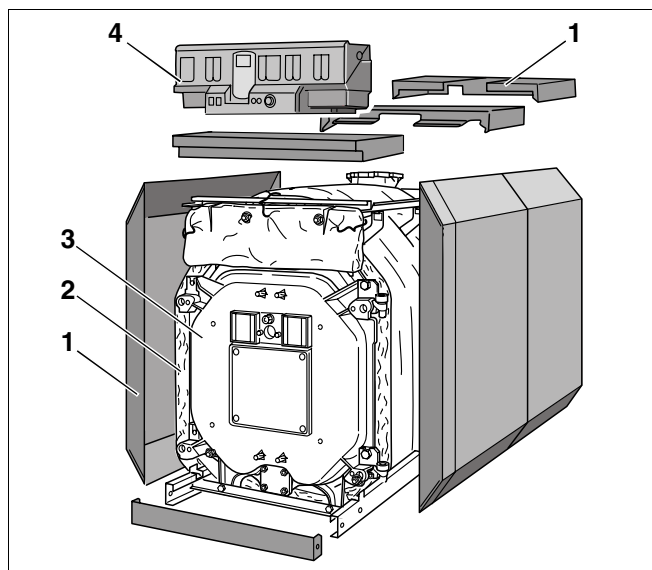
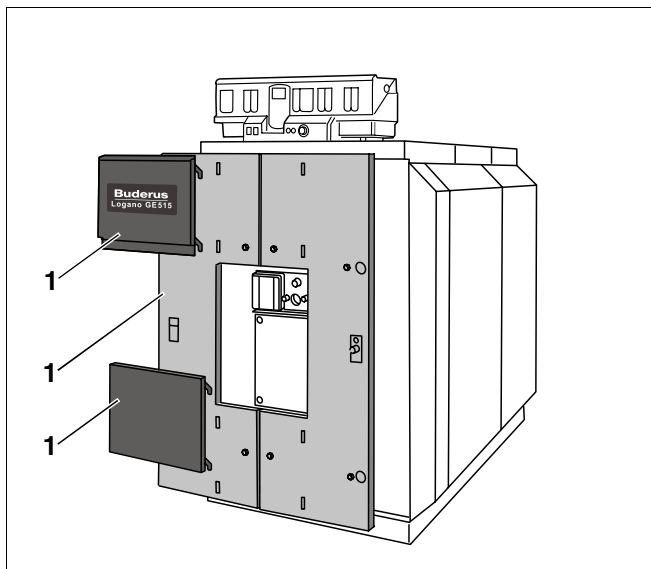

Рис. 1 Специальный отопительный котел Logano GE515 на дизельном и газовом топливе
Рис. 2 Специальный отопительный котел Logano GE515 на дизельном и газовом топливе
- Блок котла (рис. 1, **поз. 3**).
- Обшивка котла (облицовка рис. 1 и рис. 2, **поз. 1**), теплоизоляция (рис. 1, **поз. 2**).
- Система управления (рис. 1, **поз. 4**).